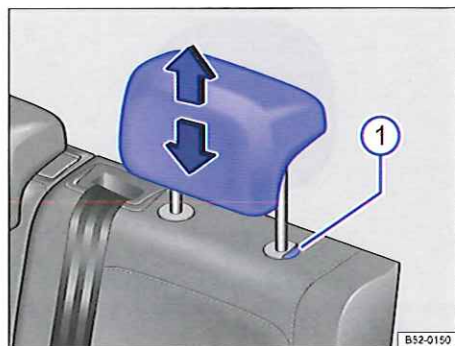

Fig. 49 Réglage de l'appuie-tête arrière.
- Déplacez l'appuie-tête dans le sens de la flèche vers le haut ou, en maintenant la touche enfoncée, vers le bas ⇒ fig. 49 enfoncée, vers le bas .